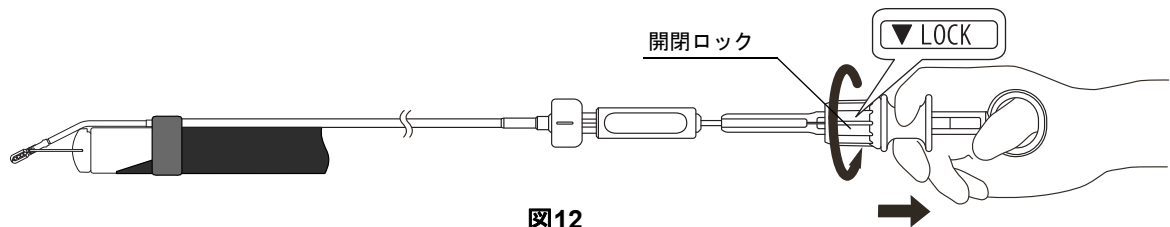

図12
4. スライダーを引き、目的の組織を把持します（図12参照）。
5. スライダーから手を離す場合は、スライダーを引いた状態で開閉ロックをスライダーに突き当て、LOCK シールの矢印の向きに回転させ把持部の開閉を固定します（図12参照）。